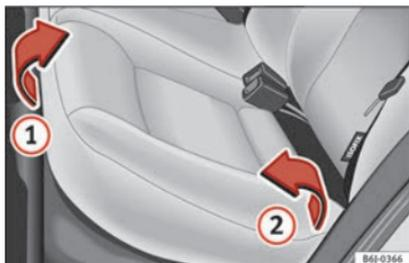
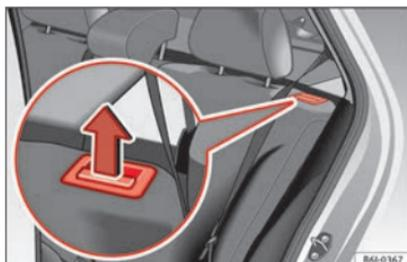

Fig. 101 Relever la banquette arrière.
Fig. 102 Touche de déverrouillage du dossier arrière.
- Tirez la partie avant de la banquette » fig. 101 ① vers le haut dans le sens de la flèche.
- Soulevez l'assise ② vers l'avant dans le sens de la flèche.
- Tirez la touche de déverrouillage » fig. 102 dans le sens de la flèche et basculez le dossier vers l'avant.